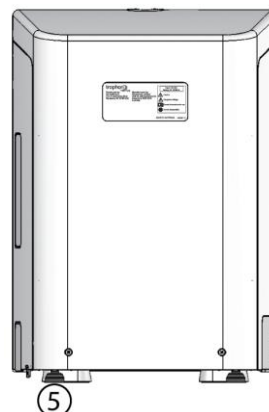

Figura 2
3. Ruotare i piedini in senso orario o antiorario per mettere il trophon a livello (vedere Figura 2). Verificare che i piedini non siano allentati o mancanti.